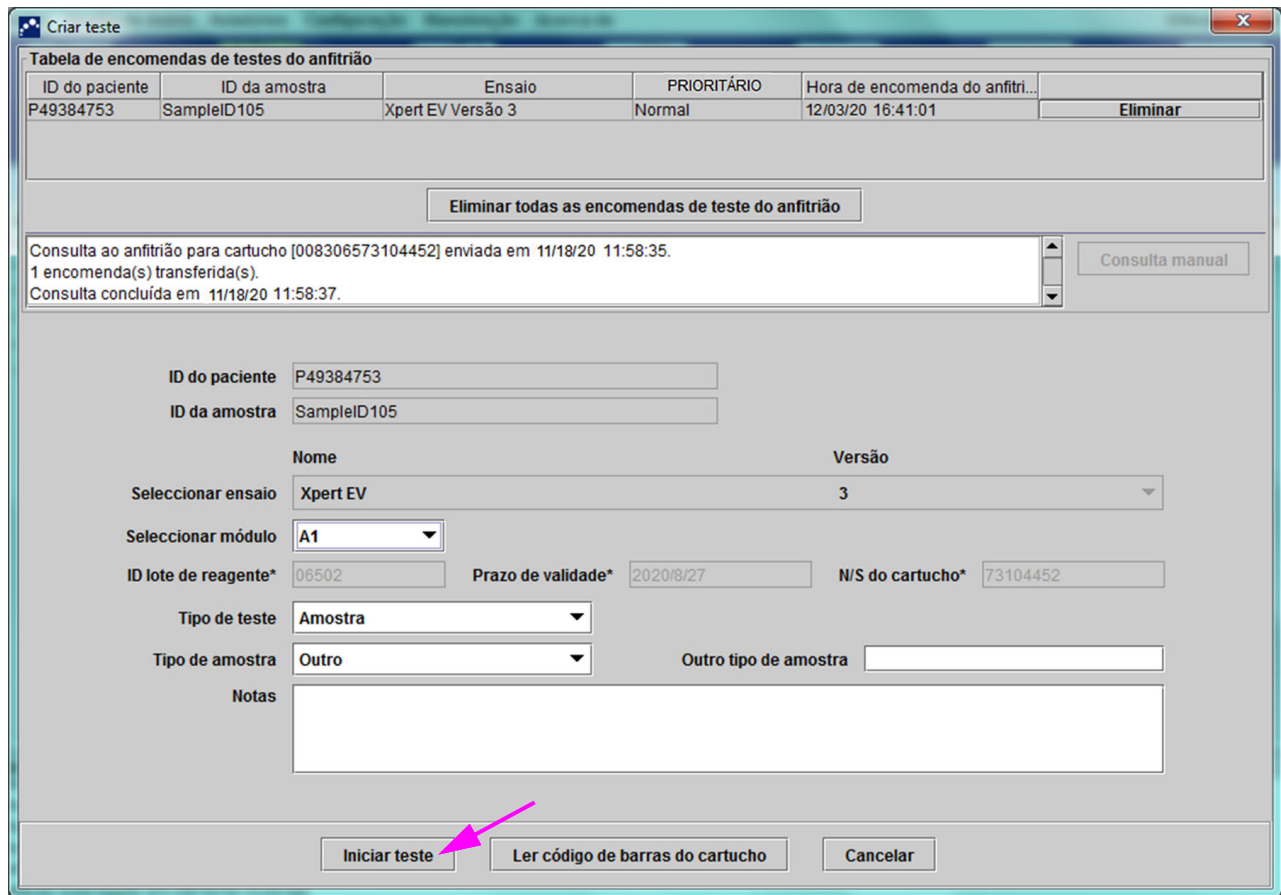

Figura 5-115. Ecrã Create Test (Criar teste), mostrando consulta de cartucho concluída
O GeneXpert Dx System consultará o sistema Cepheid Link para verificar se a encomenda existe no sistema. Se a encomenda existir, a encomenda será transferida para o GeneXpert Dx System. (Consultar figura 5-115).
4. Na secção **Host Test Order Table (Tabela de encomenda de teste do anfitrião)**, (consultar figura 5-115), reveja a encomenda. Se necessário, introduza informações adicionais ou notas e depois seleccione o botão **Start Test (Iniciar teste)**. É visualizado o ecrã Home (Página principal) do GeneXpert, apresentando uma mensagem para carregar o cartucho no módulo, que é assinalado a verde. Consulte figura 5-116.